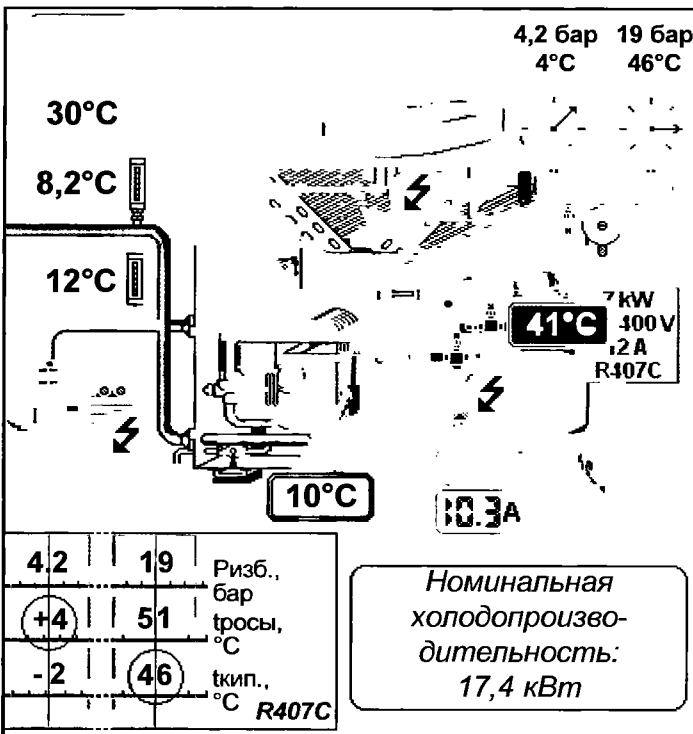

Рис. 96.3.
4) Померяем перепад температур по воде на испарителе. Мы видим (см. рис. 96.3), что он составляет $3,8 \text{ К}$.